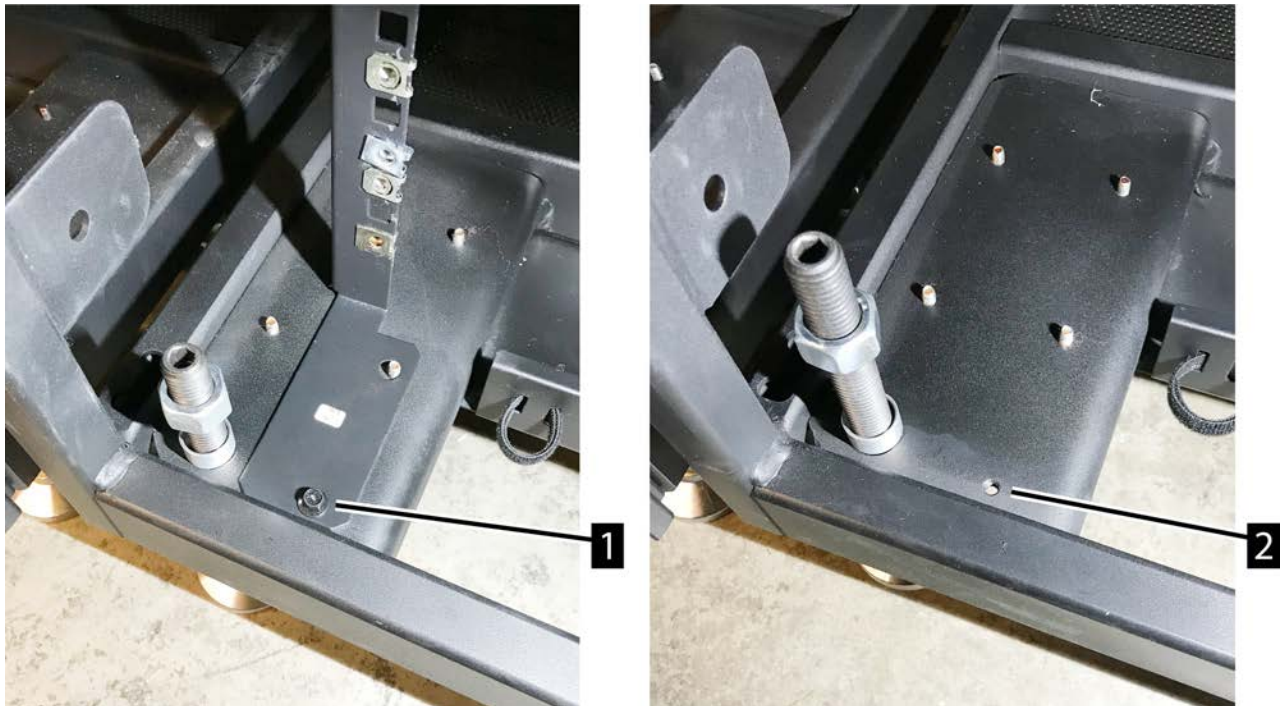

Figura 14. Ubicación de los puntos de conexión a tierra/acoplamiento
La biblioteca está conectada a tierra con el conductor de tierra de la distribución corriente alterna del edificio a través de los cables de alimentación de la biblioteca. Sin embargo, puede proporcionar conexión a tierra adicional (acoplamiento) de los bastidores de la biblioteca al edificio. Un conductor (acoplamiento) de conexión a tierra puede unirse a cualquier bastidor de la biblioteca en uno de los 2 orificios roscados (M6) en la parte inferior, esquinas traseras del bastidor de la biblioteca. Consulte **1** y **2** en Figura 14.
1. Si hay una abrazadera de montaje instalada en el bastidor (consulte **1** en Figura 14). Extraiga el tornillo M6 y conecte el cable de la conexión a tierra (acoplamiento).
2. Si no hay una abrazadera de montaje instalada (consulte **2** en Figura 14). Use un tornillo M6 para conectar el cable de unión al orificio roscado M6.